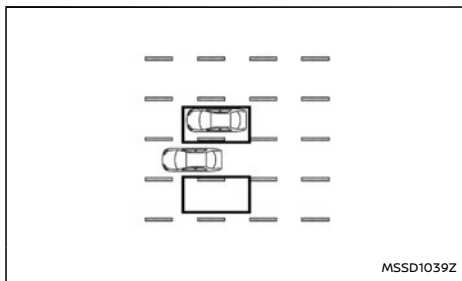

Figura 11 Entrando lateralmente
**Figura 11:** Se il sistema Intelligent Blind Spot Intervention è attivo e il vostro veicolo si sta avvicinando alla linea di demarcazione mentre un altro veicolo si trova nell'area di rilevamento, la spia BSW a LED e l'indicatore BSW nello strumento lampeggiano e vengono emessi tre segnali acustici. Successivamente, il sistema Intelligent Blind Spot Intervention applica selettivamente una lieve frenata sul lato della vettura interessato per riportare l'auto al centro della corsia di marcia.